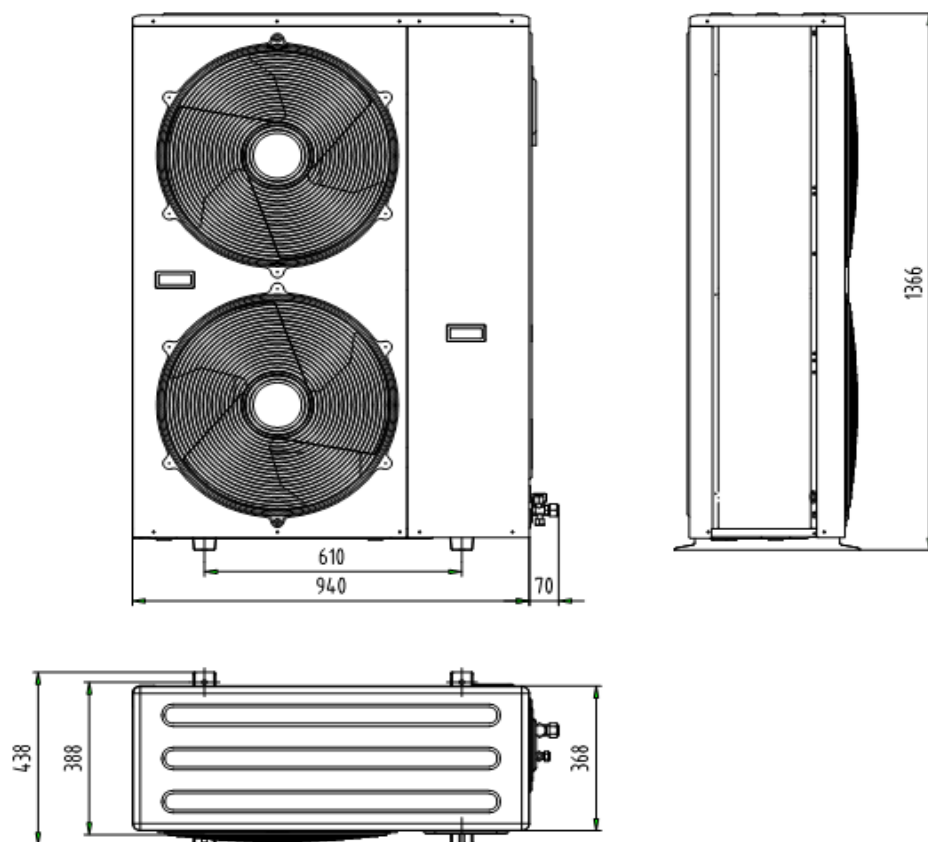

Рис.1.5
1.6.2 Модели 12,14, 16 кВт (рис.1.5)